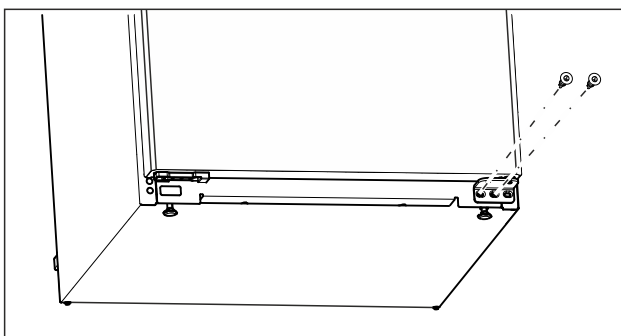

Fig. 13
- Am unteren Lagerbock die mittlere Schraube mit Schraubendreher Torx 20 herausdrehen. (siehe Fig. 13)
- Am unteren Lagerbock die innere Schraube mit Schraubendreher Torx 20 herausdrehen. (siehe Fig. 13)